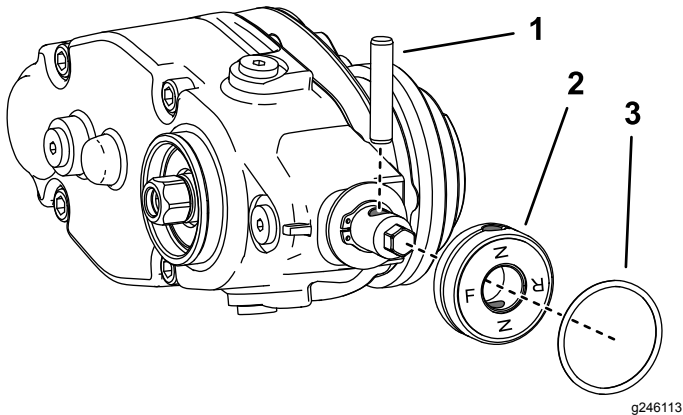

Figura 8
7. Se instalar o rastelo no lado esquerdo da máquina, execute os passos seguintes (Figura 8):